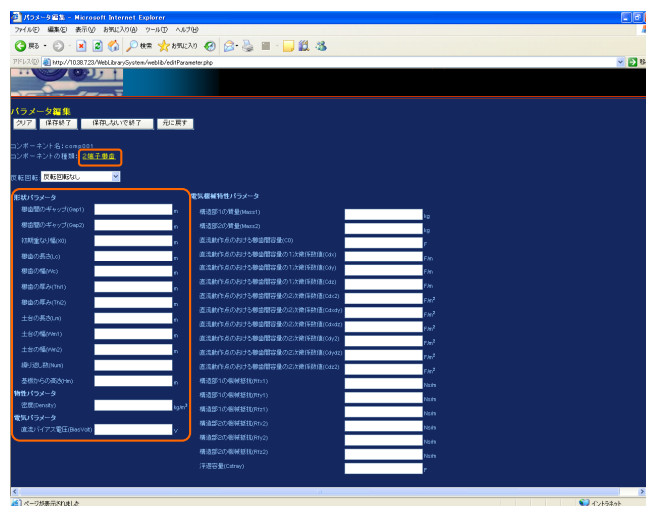

Figure 12: 「パラメータ編集」画面
- (c) 次に、コンポーネントの形状を設定する。図 11 に示すように設定したコンポーネントそれぞれに「編集」ボタンがある。このボタンを押下すると図 12 のような「パラメータ編集」画面が表示される。この画面で形状パラメータを入力する。形状パラメータの定義は、同じ画面のコンポーネント種類のリンクをクリックすると表示される。値の入力が終了したら「保存終了」ボタンを押す。
る。このボタンを押下すると図 12 のような「パラメータ編集」画面が表示される。この画面で形状パラメータを確認、編集する。編集が終了したら「保存終了」ボタンを押す。